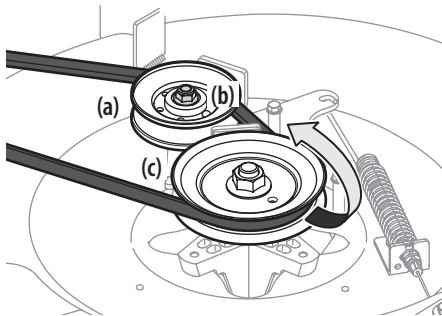

Figura 37
- Afloje la polea loca (plataformas de 24" solamente) (a) para lo cual debe aflojar la tuerca de seguridad con brida (b) que la sujeta, lo suficiente para que quede una holgura para que pase la correa hacia afuera. Extraiga la correa sacándola de la polea de transmisión de la plataforma (c) y de la polea loca (a). Consulte la Figura 37.